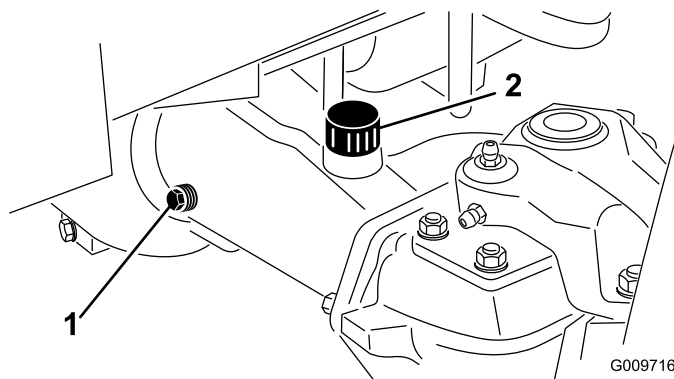

图 72
- 从轴的 1 端取出检查塞图 72 确保油向上直至孔的底部。如果油位过低请取出加注塞图 72 添加足够的油直至油位达到检查塞孔的底部。